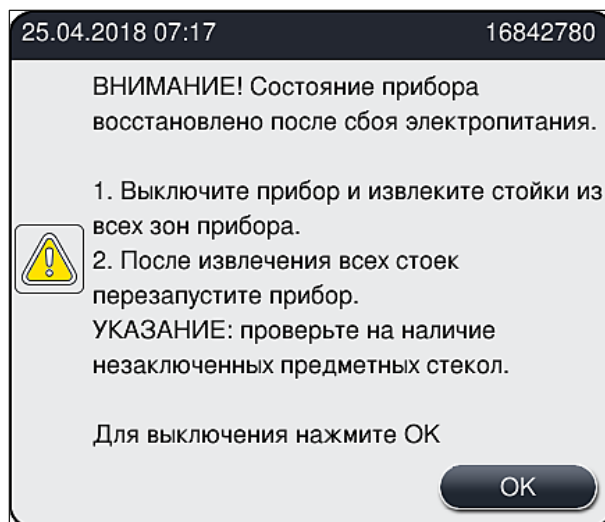

Рис. 108
- После восстановления подачи питания прибор автоматически перезапускается. Пользователь получает информацию о нарушении подачи питания с помощью информационного сообщения (→ Рис. 108) на экране, при этом данное событие вносится в журнал регистрации событий.
- ① После восстановления подачи питания прибор автоматически перезапускается. При этом звучит предупреждающий сигнал, а на экране появляется предупреждающее сообщение (→ Рис. 108).
Извлеките предметные стекла из прибора, руководствуясь указаниями в информационном сообщении (→ Рис. 108).